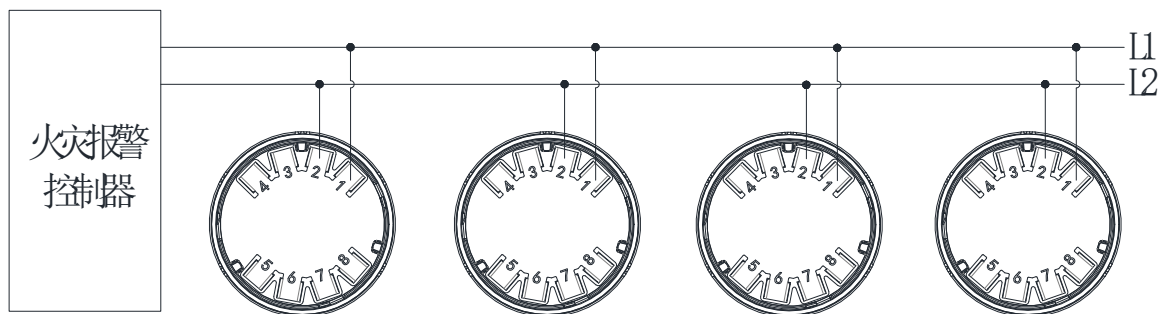

图 4 接线图（与青鸟火灾报警控制器连接并为火焰探测器供电）
- 将消防二总线接在底座 1、2 端子上，接线无极性，如图 4。